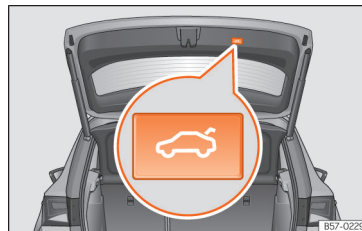

Abb. 9 Heckklappe: Taste zum Schließen der Heckklappe.
- Heckklappe schließen: Halten Sie an einem der Haltegriffe an der Innenverkleidung und ziehen Sie die Klappe nach unten oder drücken Sie an der Heckklappe befindliche Taste* » **Abb. 9.**